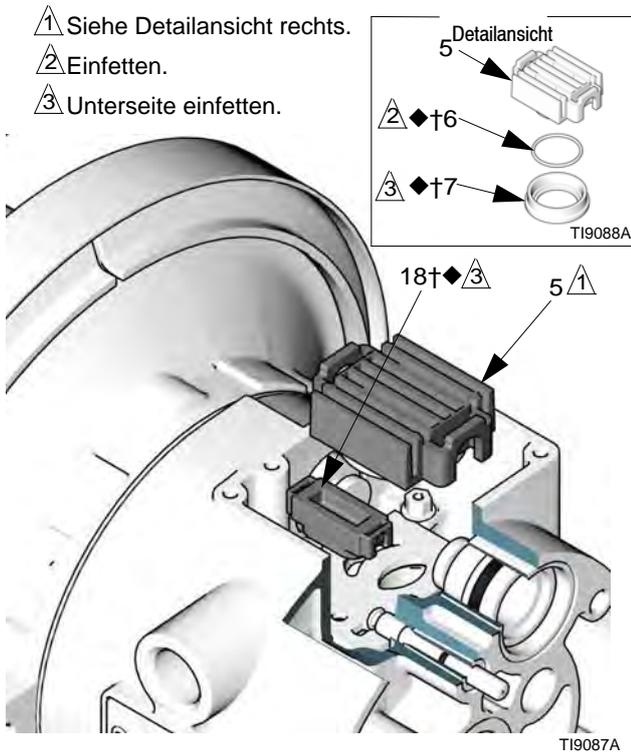

FIG. 6
3. Den Mitnehmer (5) in die zentrale Stellung bringen und aus dem Hohlraum ziehen. Den Ventilkopf (7) und O-Ring (6) aus dem Mitnehmer ausbauen. Mit einer Nadelzange das Schaltventil (18) gerade nach oben und aus der Kammer ziehen. Siehe FIG. 6.
7. Die Unterseite des Schaltventils (18†◆) fetten und so einbauen, dass dessen Zungen in die Nuten an den Enden der Führungsstifte (16) einrasten. Siehe FIG. 6.
8. Den O-Ring (6†◆) fetten und in den Ventilkopf (7†◆) einbauen. Den Ventilkopf auf den Mitnehmer (5) drücken. Die Unterseite des Ventilkopfs fetten. Siehe FIG. 6.
9. Den Mitnehmer (5) so einbauen, dass dessen Zungen in die Nuten am schmalen Ende der Stellmotorkolben (11) einrasten. Siehe FIG. 6.